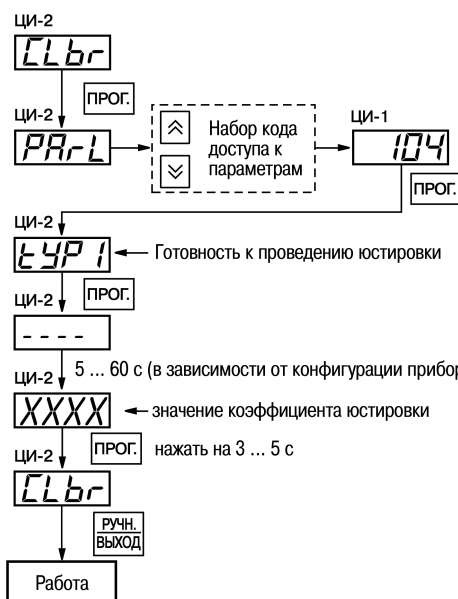

Рисунок 8.2 – Схема проведения юстировки прибора для работы с первичным преобразователем
3. Произвести юстировку прибора, выполняя действия в последовательности, указанной на рисунок 8.2. По окончании юстировки прибор выводит на ЦИ-2 вычисленное значение коэффициента, которое заносится в энергонезависимую память при условии, что на ЦИ-4 отсутствует заставка \overline{CL} . Чтобы сохранить коэффициент юстировки, следует длительно нажать на $\overline{ПРОГ.}$. На ЦИ-2 появится заставка \overline{CLbr} .